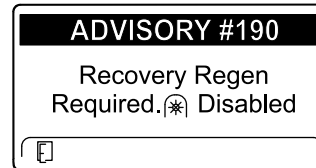

Figura 80
- Recovery regen required (Es necesaria una regeneración de recuperación) ADVISORY #190 (Aviso n.º 190) (Figura 80)